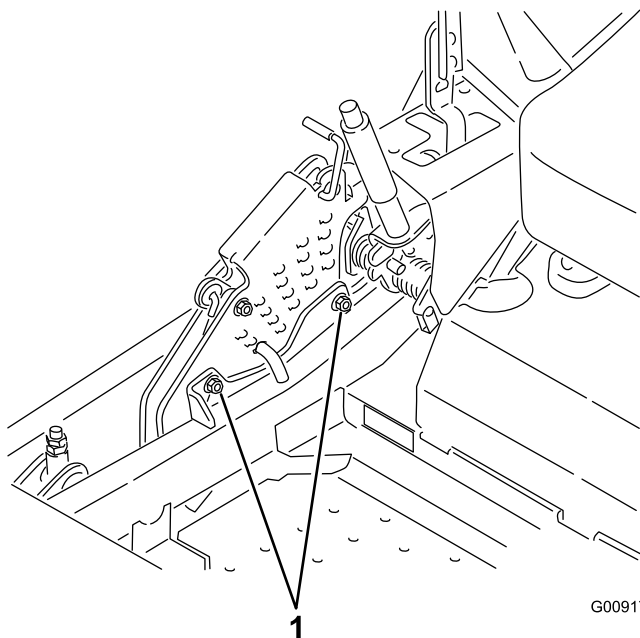

Bild 99
12. Zum Einstellen der zentralen Einstellung lösen Sie die zwei Schrauben unten an der Schnitthöhenplatte (Bild 99).
14. Ziehen Sie die zwei Schrauben unten an der Schnitthöhenplatte an (Bild 99).